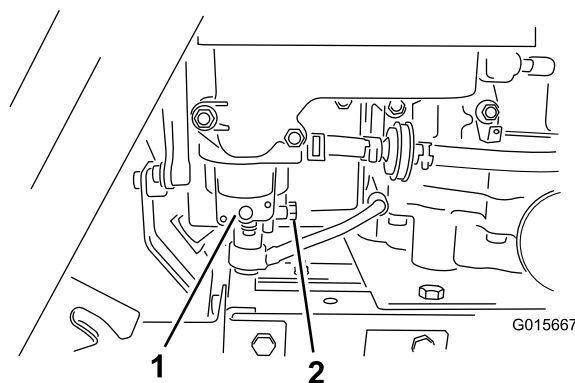

Figure 24
3. Ouvrez le capot et repérez le carburateur sous le filtre à air (Figure 24).
Remarque: Le bouchon de la cuve du carburateur est orienté vers l'arrière de la machine (Figure 24).